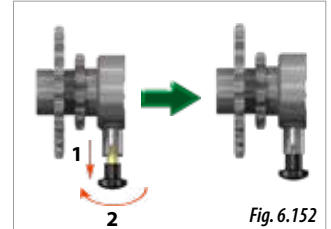

Fig. 6.152
- 3-** En el eje de transmisión donde se halla el embrague (Fig. 6.149), tirar del seguro y girarlo 90° para bloquearlo en la posición de transmisión (Fig. 6.152).